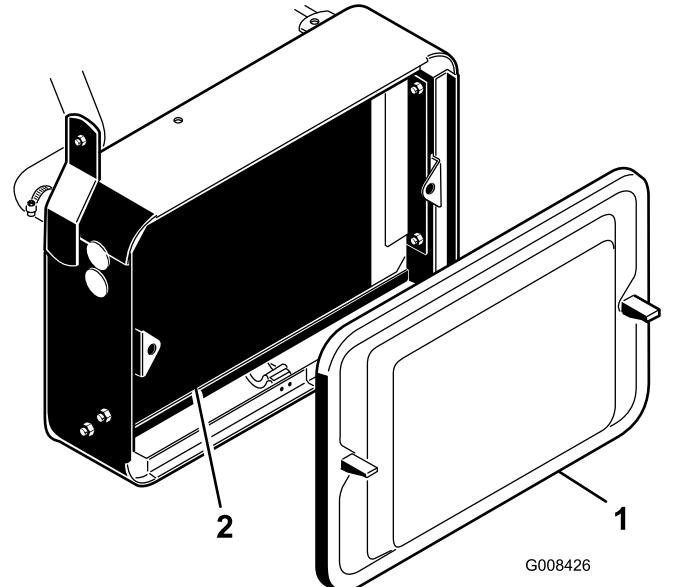

Bild 46
- Entfernen Sie das Gitter (Bild 46).